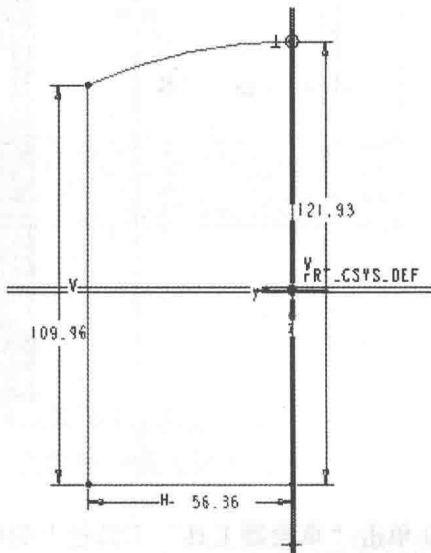

图 1-25 绘制草图
② 选择“RIGHT”为草绘平面，并接受参照平面为“TOP”，单击“草绘”对话框中的  按钮或按鼠标中键，即进入草绘界面，如图 1-25 所示。
如图 1-25 所示，其绘制步骤如下。